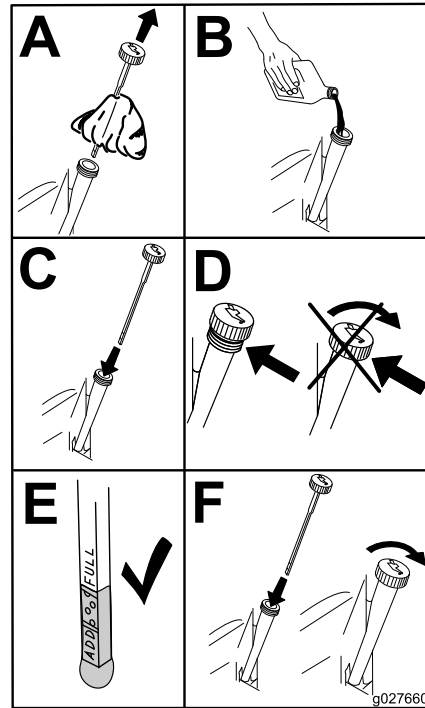

Figure 55
5. Versez lentement environ 80 % de l'huile spécifiée dans le tube de remplissage, puis faites l'appoint lentement pour faire monter le niveau jusqu'au repère maximum (Full) (Figure 55).